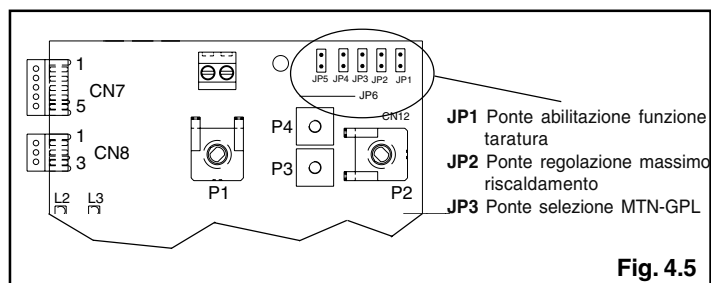

Fig. 4.5
La funzione “regolazione elettrica” viene attivata e disattivata esclusivamente dal jumper (JP1) (fig. 4.5).
- inserire il jumper JP1 (fig. 4.5) per abilitare le manopole poste sul pannel-
- inserire il jumper JP2 (fig. 4.5)
- sulla scheda di controllo (fig. 4.5):